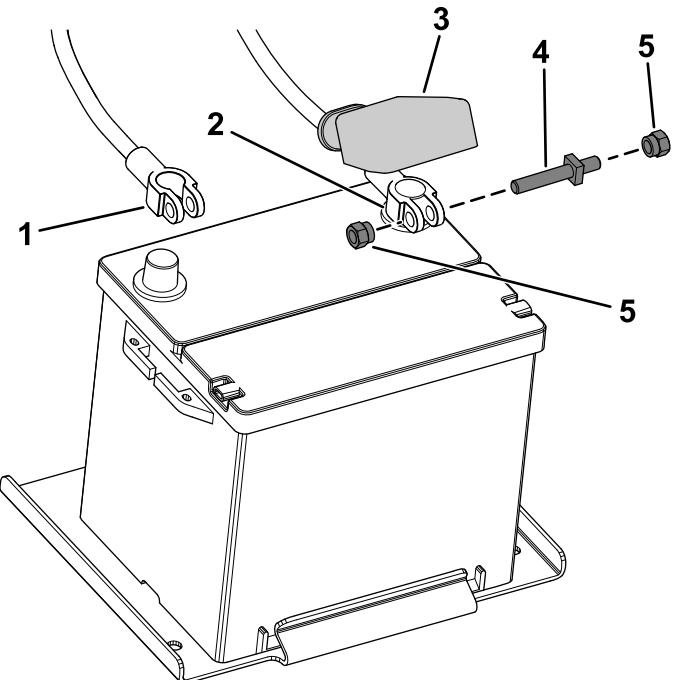

図 94
1. バッテリーケーブルを外す図 94。
2. バッテリーケーブルを外す図 94。